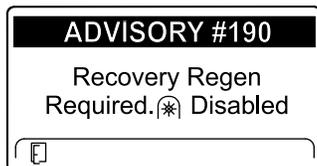

Figura 80
- Richiesta di rigenerazione di recupero – disabilitazione della presa di forza ADVISORY #190 (Figura 80)